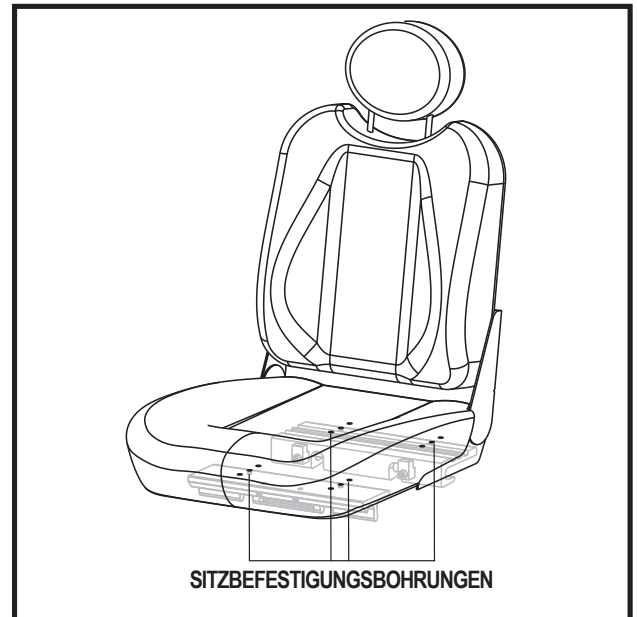

Abb. 13. Sitzbefestigungsbohrungen
4. Fixieren Sie die Schienenprofile in einer anderen Bohrlochauswahl. Sie müssen beide Schienenprofile die gleiche Anzahl von Bohrungen bewegen, vorwärts wie rückwärts. Siehe Abb. 13.